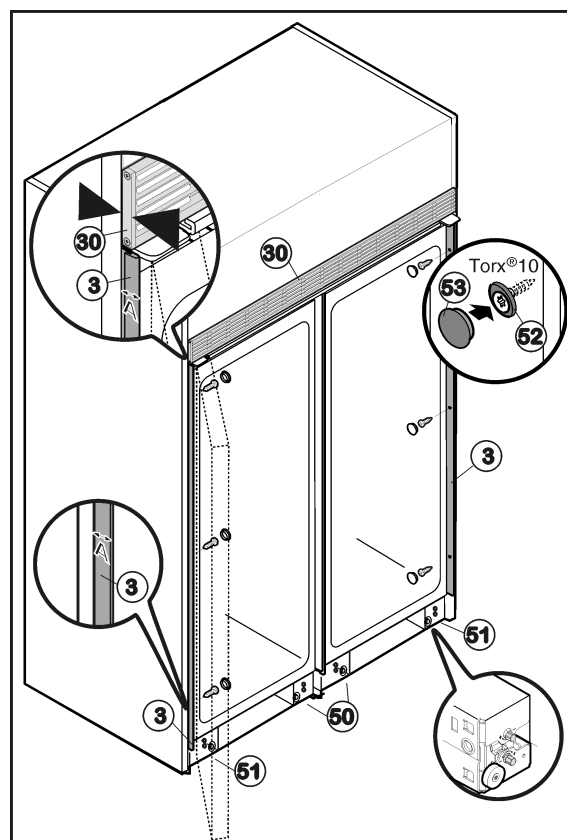

Fig. 50
- Introduzca el aparato en el habitáculo hasta que el canto trasero de la rejilla de aire Fig. 50 (30) esté enrasado con el canto delantero de la pared lateral del mueble.
- Enrosque totalmente los dos zócalos de ruedas centrales Fig. 50 (50) en la parte delantera y trasera de tal forma que el aparato sólo descansa sobre los zócalos exteriores. De este modo, los dos aparatos conectados entre sí se pueden alinear conjuntamente como un solo aparato.
- Alinee el aparato en el habitáculo con un nivel de burbuja sobre los zócalos de ruedas exteriores Fig. 50 (51).
- Compruebe la distancia A entre el canto delantero de la regleta de montaje Fig. 50 (3) y el canto delantero de la pared lateral del mueble en la parte superior e inferior del habitáculo. La distancia debe ser de 1/2 " (13 mm). Dado el caso, vuelva a alinear el aparato en el habitáculo.
- Fije ambos aparatos en el habitáculo con los tres tornillos Fig. 50 (52) en el lado de la bisagra. No arañe la regleta de montaje Fig. 50 (3) lateral.
- Coloque los tapones Fig. 50 (53) sobre los tornillos.
- Desenrosque con cuidado los zócalos de ruedas centrales Fig. 50 (50) hasta que descansen sobre el suelo.
- Monte la rejilla de aire inferior Fig. 50 (54) a ras del suelo de tal forma que el labio de goma quede en la parte superior. La rejilla se sujeta con imanes.